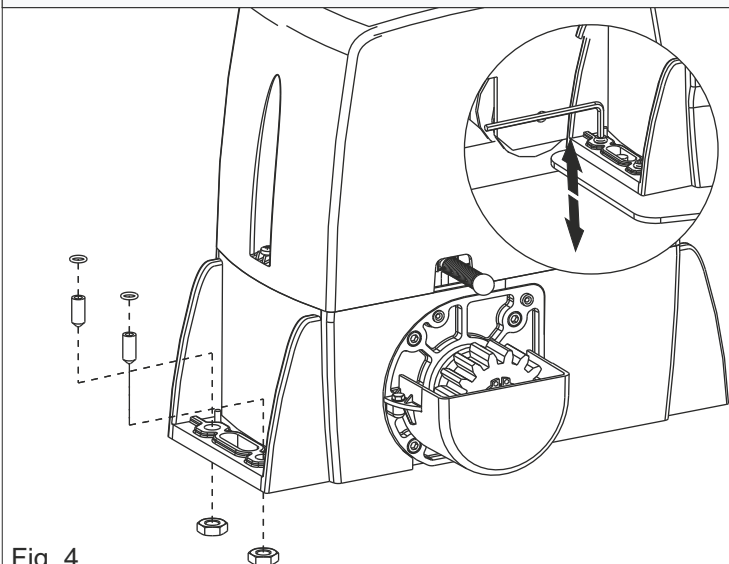

Fig. 4
4.1. Insérer les 4 vis sans tête dans les trous afin d'ajuster l' hauteur de l'opérateur sur la plaque (Fig. 4)